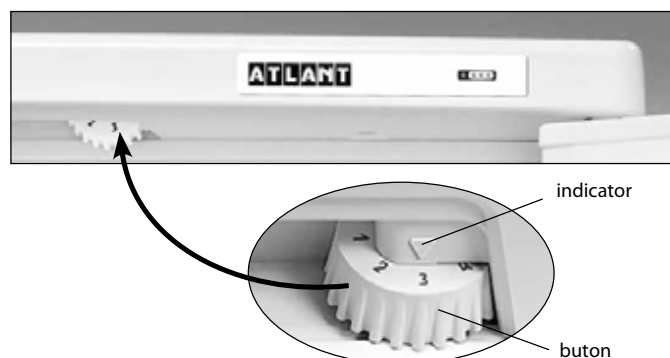

Figura 3 – Reglarea temperaturii
1.4 Elementul de reglare a temperaturii din frigider, în conformitate cu Figura 3 este butonul de reglare a temperaturii (numit în continuare – buton), care se află sub masca frigiderului. Butonul se rotește în sensul acelor de ceasornic sau în sensul contrar al acestora și are diviziuni numerice. Diviziunea "1" corespunde celei mai joase setări de temperatură (răcire minimă) în camera frigorifică, diviziunea "7" – celei mai înalte setări de temperatură (răcire maximă). Pentru a regula temperatura, fixați diviziunea butonului sub indicator.
Deschideți ușa CF și fixați sub indicator diviziunea "2" a butonului. Închideți ușa CF. Pentru setarea temperaturii optime pentru păstrarea produselor în camera frigorifică, efectuați reglarea cu ajutorul butonului în conformitate cu figura 3. În cazul dacă după ajustarea sau schimbarea condițiilor de exploatare compresorul a început să funcționeze continuu,